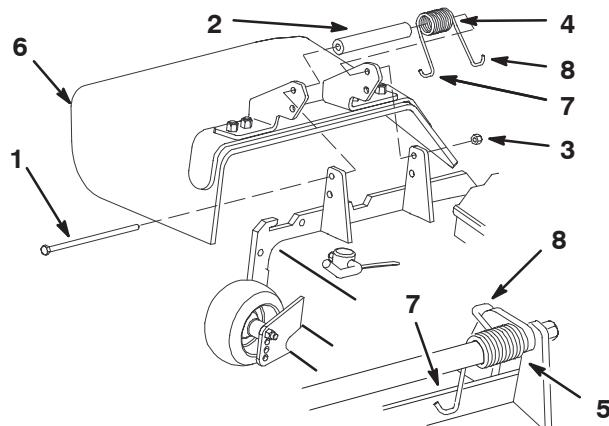

Bild 20
1. Legen Sie das Distanzstück und die Feder zwischen die Ablenkblechhalterungen (Bild 20). Positionieren Sie das linke Hakenende der Feder hinter der Kante des Mähwerks.
**Hinweis:** Stellen Sie sicher, dass sich das linke Hakenende der Feder hinter der Mähwerkskante befindet, bevor Sie die Schraube einführen, siehe Bild 20.
2. Setzen Sie die Schraube und Mutter ein. Legen Sie das rechte Hakenende der Feder um das Ablenkblech (Bild 20).